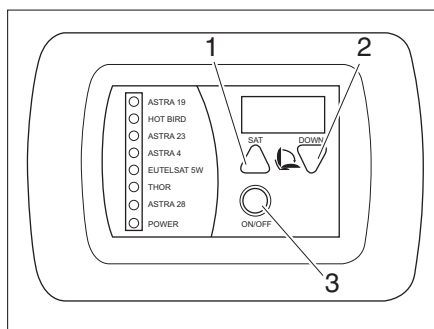

Fig. 42 Menu du panneau de contrôle consommateur
- Enclencher l'antenne parabolique via le bouton ON/OFF (Fig. 42, 3).
- Appuyer plusieurs fois sur la touche SAT (Fig. 42,1) pour sélectionner un satellite et démarrer la recherche. L'antenne parabolique se déploie et recherche automatiquement le satellite sélectionné.
- Appuyer sur la touche Down (Fig. 42,2) pour rentrer l'antenne parabolique. L'antenne parabolique est rentrée.
- Appuyer sur la touche ON/OFF (Fig. 42,3). L'antenne parabolique est rentrée et le téléviseur est mis hors service.